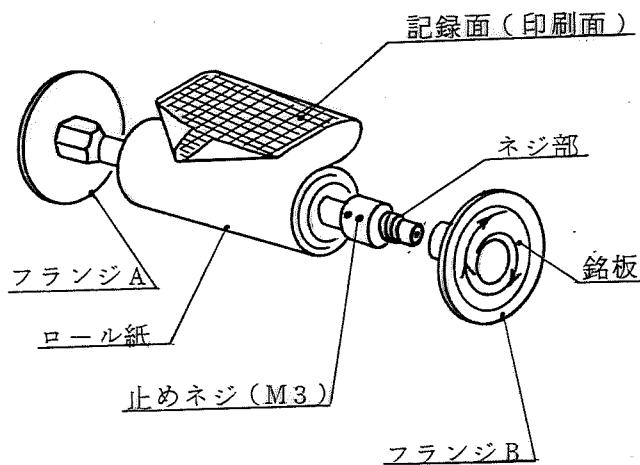

図 2-2
- 3) 図 2-2の様にストックローラに記録紙をいれて下さい。入れたフランジ(B)を回して充分締め付けて下さい。
- 4) 次にフランジBが紙送り切換スイッチ⑫側になる様にし、ストックローラ軸が本体両側のボールでしっかりと固定されるまで強く押し込んで下さい。
- 5) 記録紙の先端を図2-2の様に三角に切るか、折り曲げると記録紙が通しやすくなります。